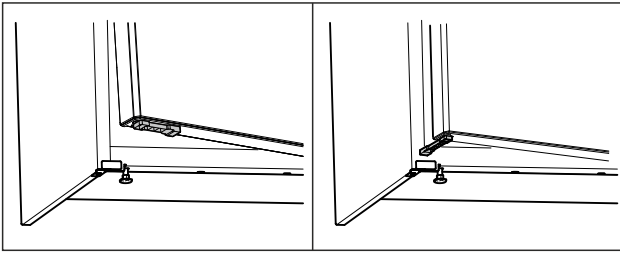

Fig. 63 *
- ▶ Türöffnungsbegrenzer um 90° drehen. (siehe Fig. 63) *